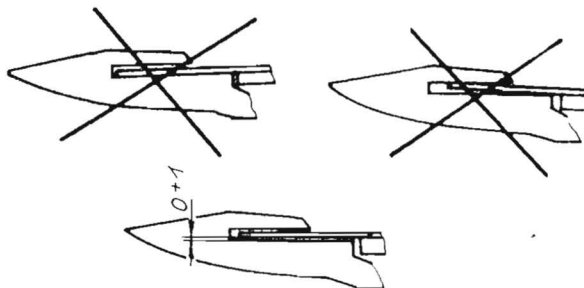

Bild 6/8
Das Mähmesser muß in senkrechter Richtung so eingestellt sein, daß die Messerklingen weder an die Gegenschneide gepreßt werden, noch an der Fingerzunge schleifen. Der ideale Abstand zwischen Messerunterseite und Gegenschneide sollte zwischen 0 und 1 mm liegen (Bild 6/8).
Zur Kontrolle des Messerspieles ist der Antrieb von Hand durchzudrehen. Das geschieht am besten an der Ausgleichsmasse (AM) des Messerantriebes (Bild 6/9).